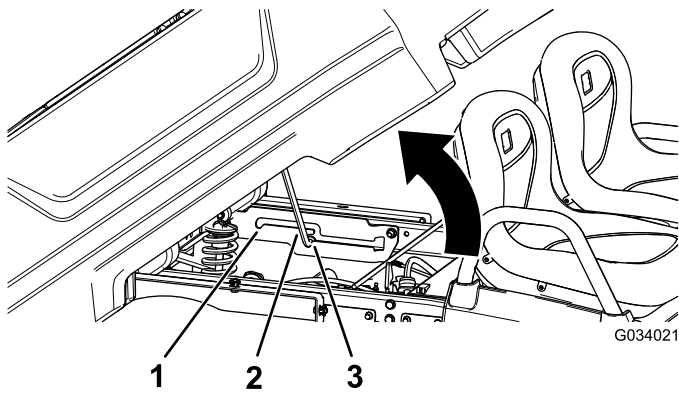

Figure 20
2. Engagez la béquille dans le cran de verrouillage pour bloquer le plateau en position déchargement (Figure 20).
2. Engagez la béquille dans le cran de verrouillage pour bloquer le plateau en position d'entretien (Figure 20).
2. Tirez la béquille hors de la fente de verrouillage (Figure 20).